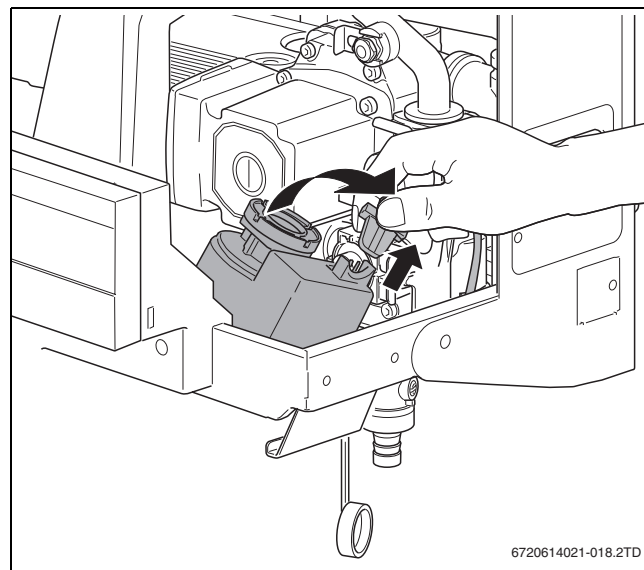

Bild 17 Steckkontakt vom Motor des internen 3-Wege-Ventils abziehen
- Steckkontakt vom Motor des internen 3-Wege-Ventils abziehen (→ Bild 17, Motor herausnehmen und aufbewahren).